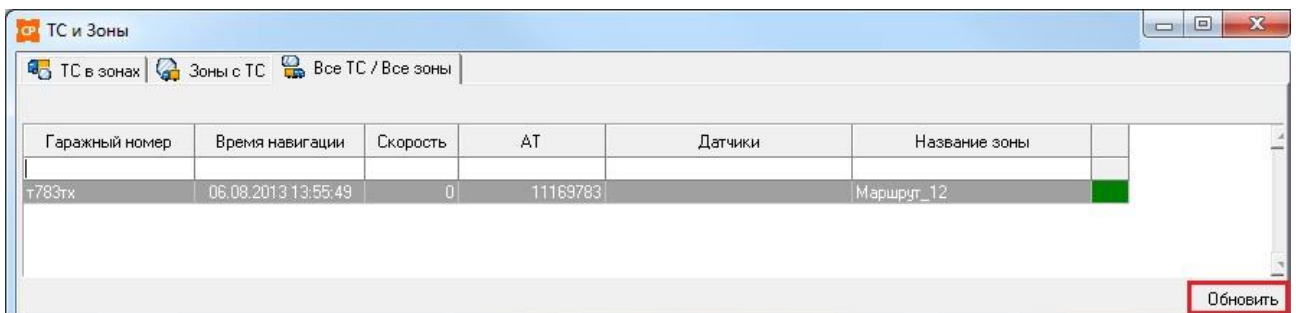

Рисунок 105 – Окно «ТС и зоны» с активной вкладкой «Все ТС/Все зоны»
- 4.2 Нажать кнопку [Обновить]. Программа предоставит окно с данными (см. Рисунок 105).